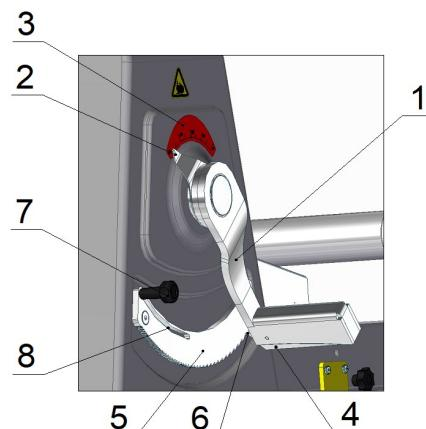

Рис.5 - Устройство регулировки толщины раскатки теста
Регулировать зазор между раскаточными скалками и тем самым толщину пластина ракатываемого теста можно при помощи рукоятки (1) (см. рис.5).